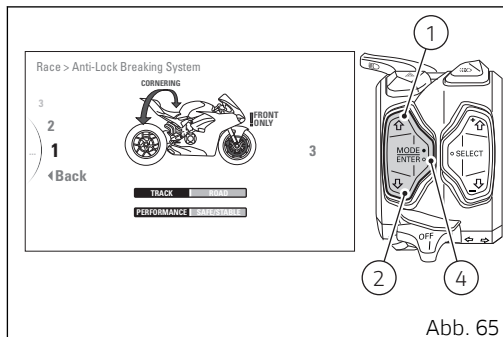
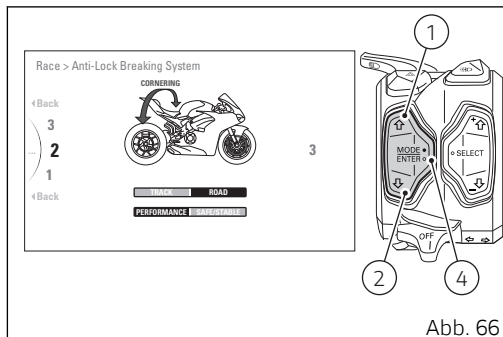

Abb. 65
Abb. 66
Über die Tasten (1) und (2) die gewünschte neue Ansprechstufe wählen. Für jede unterlegte Stufe wird (schwarz unterlegt) der entsprechende Wert in der mittleren Tabelle angezeigt. Darüber hinaus wird die Ansprechstufe des Bremssystems in Hellblau angegeben: „**FRONT ONLY!**“ (Abb. 65) nur bezüglich der Vorderradbremse die Angabe „**CORNERING**“ (Abb. 66) bei aktiver Funktion des Cornering.